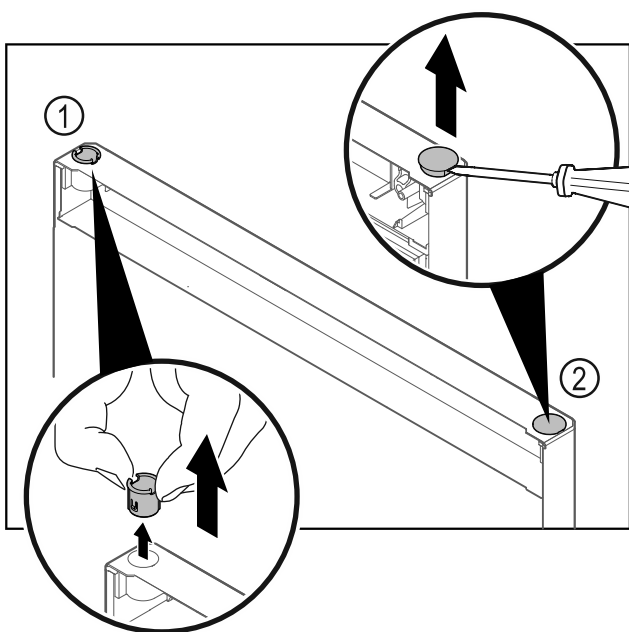

Fig. 15
- ▶ Estrarre la boccola cerniera Fig. 15 (1) con le dita.
- ▶ Con un cacciavite a testa a intaglio sollevare con cautela il tappo Fig. 15 (2) ed estrarlo.